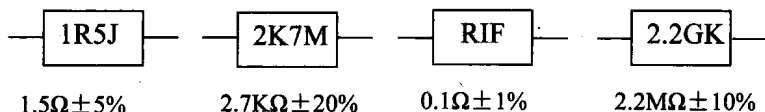

图 1-8 电阻器的文字符号法
③文字符号法: 用阿拉伯数字和文字符号有规律地组合, 表示标称阻值和允许误差的方法称为文字符号法。阻值单位用文字符号 R (欧姆)、K (千欧)、M (兆欧) 表示, 阻值的整数部分写在单位标记符号的前面, 阻值的小数部分写在单位标记符号的后面, 允许误差用文字符号 D ($\pm 0.5\%$)、F ($\pm 1\%$)、G ($\pm 2\%$)、J ($\pm 5\%$)、K ($\pm 10\%$)、M ($\pm 20\%$) 表示, 如图 1-8 所示。